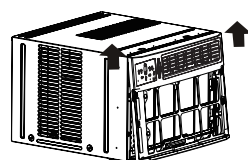

Figure 3A
- Soulevez doucement le panneau avant de l'unité (voir Figure 3A).